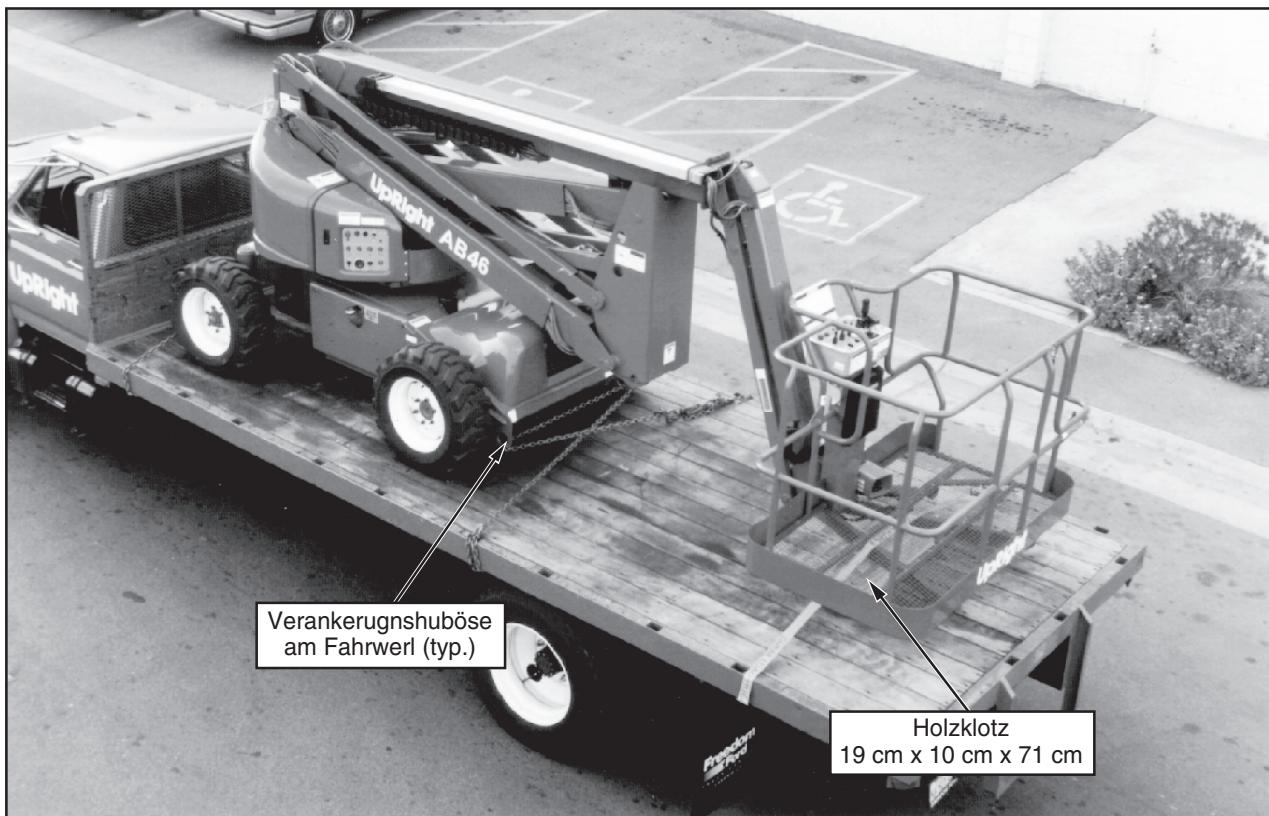

Abbildung 6: Sichern der Maschine für den Transport
- Die Maschine ist mit Ketten bzw. Gurten ausreichender Tragfähigkeit (siehe Leistungsverzeichnis, Rückseite) am Transportfahrzeug zu sichern. Die Ketten bzw. Gurte sind an den Verankerungssößen des Fahrwerks zu befestigen (siehe Abbildung 6).
- Einen Holzklotz (19 cm x 10 cm x 71 cm [7.5 Zoll x 4 Zoll x 28 Zoll]) unter die Stützstreben der Wagenbühne schieben, wie in Abbildung 6 gezeigt.
- Sperrgurte befestigen, dabei unter dem Fußbodenrost hindurchführen und über die Stützstreben führen (siehe Abbildung 6). Fest anziehen, jedoch nicht zu fest.